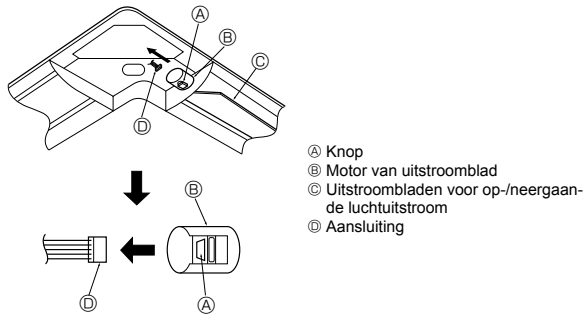

Fig. 9-11
9.7. Vastzetten van het op-/neergaande luchtuitstroomblad (Fig. 9-11)